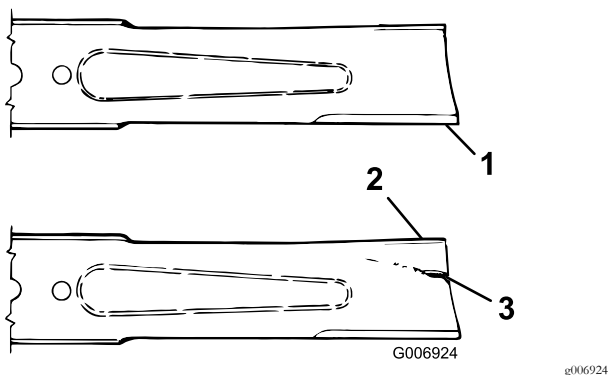

Figura 75
- Verificare accuratamente i taglienti, con particolare attenzione ai punti d'incontro delle sezioni piatta e curva della lama (Figura 75). Se riscontrate segni di usura (Figura 75), sostituire la lama; fate riferimento a Rimozione della lama \(pagina 62\).